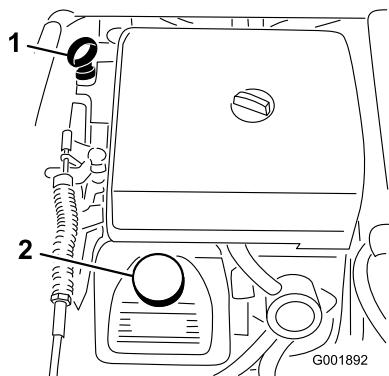

Bild 48
2. Nehmen Sie den Peilstab heraus und wischen Sie ihn mit einem sauberen Lappen ab (Bild 48). Stecken Sie den Peilstab in das Rohr und stellen Sie sicher, dass er vollständig eingeführt ist. Nehmen Sie den Peilstab heraus und prüfen Sie den Ölstand.
3. Wenn der Ölstand niedrig ist, nehmen Sie den Deckel des Einfüllstutzens von der Ventilabdeckung ab (Bild 48) und füllen Sie Öl auf, bis der Ölstand die Vollmarke am Peilstab erreicht. Gießen Sie Öl langsam ein und prüfen Sie den Ölstand häufig während des Füllens. Füllen Sie nicht zu viel ein.
8. Gießen Sie ungefähr 80 % der angegebenen Ölmenge langsam in den Öleinfüllstutzen (Bild 48).